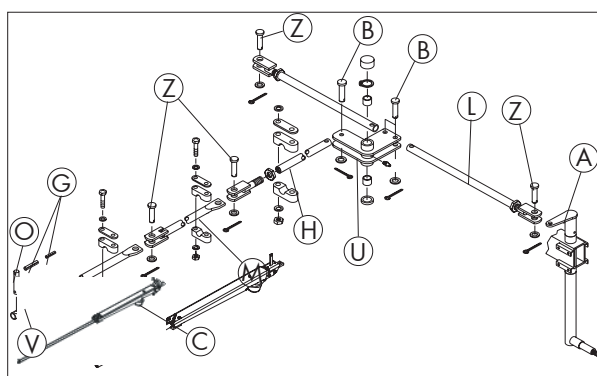

Bild 3-5
Die Steuerhebel (A) müssen in Fahrtrichtung nach vorne stehen (Bild 3-5).